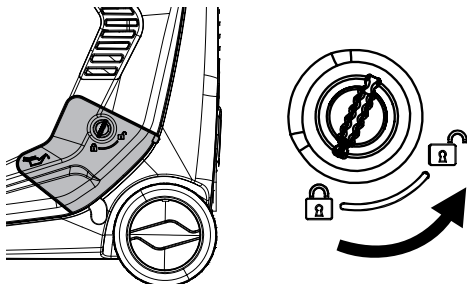

Рис. 9. Снятие лючка для доступа к маслозаливной горловине
2. Поверните ручку замка и снимите лючок для доступа к маслозаливной горловине (Рис. 9).
- Снимите лючок для доступа к маслозаливной горловине (Рис. 9).